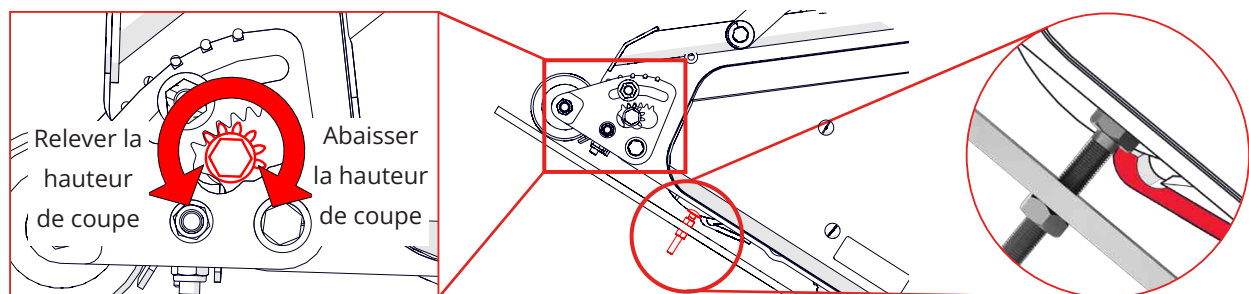

Fig. 9E - Tourner la roue dentée en plaçant la barre de réglage. Arrêter quand la tête du boulon se trouve au niveau de la lame de coupe.
7. Tournez la roue dentée pour relever ou abaisser le rouleau avant. Lorsque vous procédez à cette opération, placez à nouveau la barre de réglage entre le rouleau avant et le rouleau arrière. Vous pouvez arrêter le réglage lorsque la tête du boulon repose au niveau du rebord de la lame de coupe (Fig. 9E). Serrez légèrement l'écrou de serrage supérieur.